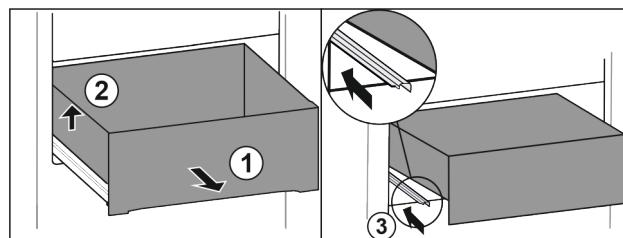

Fig. 77
- Вытяните выдвижной ящик до упора. Fig. 77 (1)
- Приподнимите выдвижной ящик слева. Fig. 77 (2)
- Вставьте левую направляющую. Fig. 77 (3)